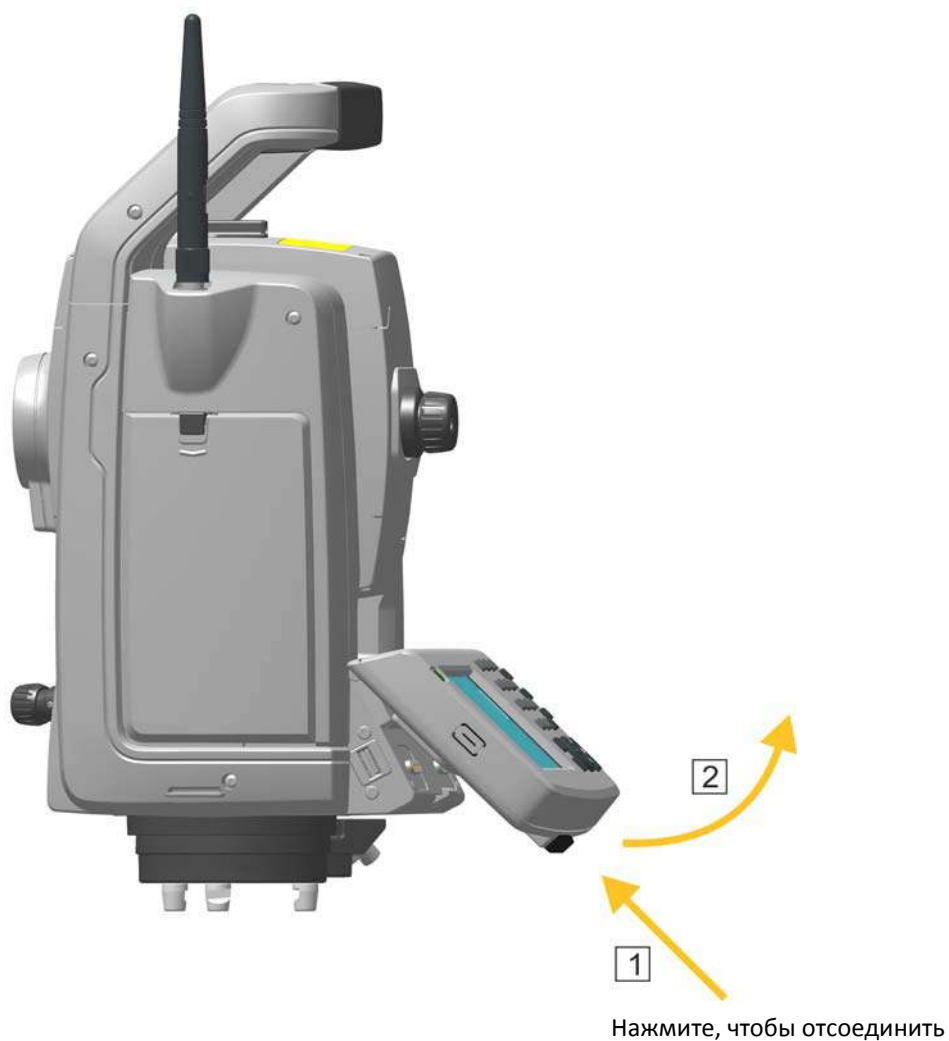

Рисунок 4.14. Снятие TCU с инструмента
1. Нажмите кнопку фиксатора в нижней части TCU, рис. 4.14 (1).
2. Снимите нижнюю часть контроллера TCU с инструмента, рис. 4.14 (2).